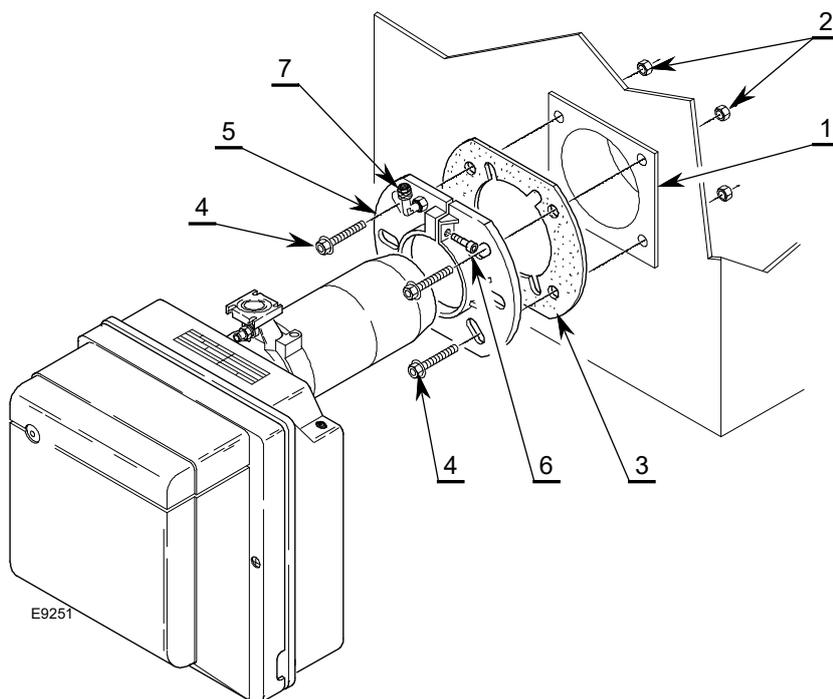

Fig. 10
- Montare sulla flangia 5)(Fig. 10) la presa di pressione 7) fornita a corredo del bruciatore.
- Fissare alla portina della caldaia 1)(Fig. 10) la flangia 5) interponendo lo schermo isolante 3) mediante le viti 4) e (se necessario) i dadi 2), ma tenendo allentata una delle due viti superiori 4).